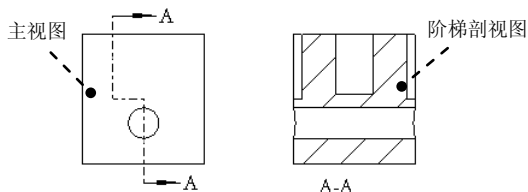

图 3.8.49 阶梯剖视图
阶梯剖视图属于 2D 截面视图, 它与全剖视图在本质上没有区别, 但它的截面是偏距截面。创建阶梯剖视图的关键是创建好偏距截面, 可以根据不同的需要创建偏距截面来实现阶梯剖视以达到充分表达视图的需要。阶梯剖视图如图 3.8.49 所示, 创建操作步骤如下。
Step2. 先单击选中图 3.8.49 所示的主视图, 然后右击, 从系统弹出的快捷菜单中选择 **投影视图** 命令。
Step6. 添加箭头。选取图 3.8.49 所示的阶梯剖视图, 然后右击, 从系统弹出的快捷菜单中选择 **添加箭头** 命令; 单击主视图, 系统自动生成箭头。